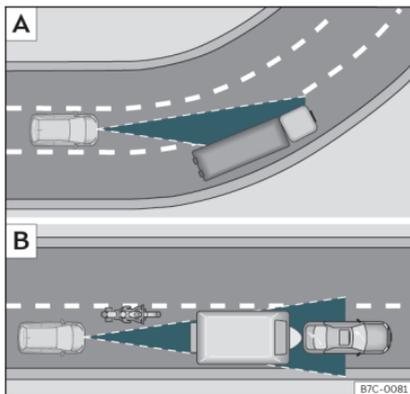

Fig. 164 **A** Veicolo in curva. **B** Motociclista che circola anteriormente fuori dal raggio d'azione del sensore radar.
L'ACC potrebbe non rilevare il veicolo che precede in una curva o potrebbe regolare la distanza con veicoli che si trovano su altre corsie» **fig. 164 A**.
- Veicoli che circolano disallineati o al di fuori del raggio di rilevamento del sensore, ad esempio motocicli.» **fig. 164 B**